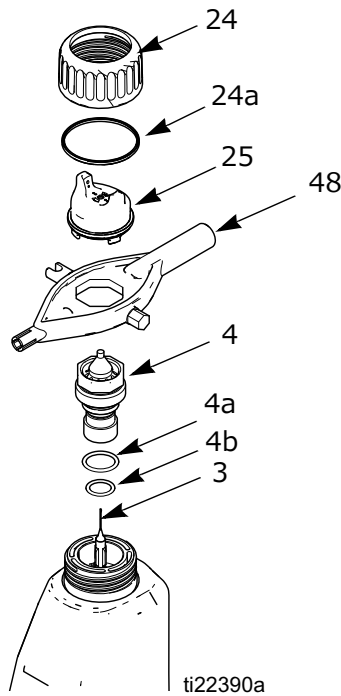

図 18. エアキャップと塗料ノズルの交換
2. 保持リング (24) とエアキャップ (25) を取り外します。図 18 を参照してください。
3. マルチツール (48) で、液体ノズル (4) アセンブリを取り外す間にガンを上に向けます。